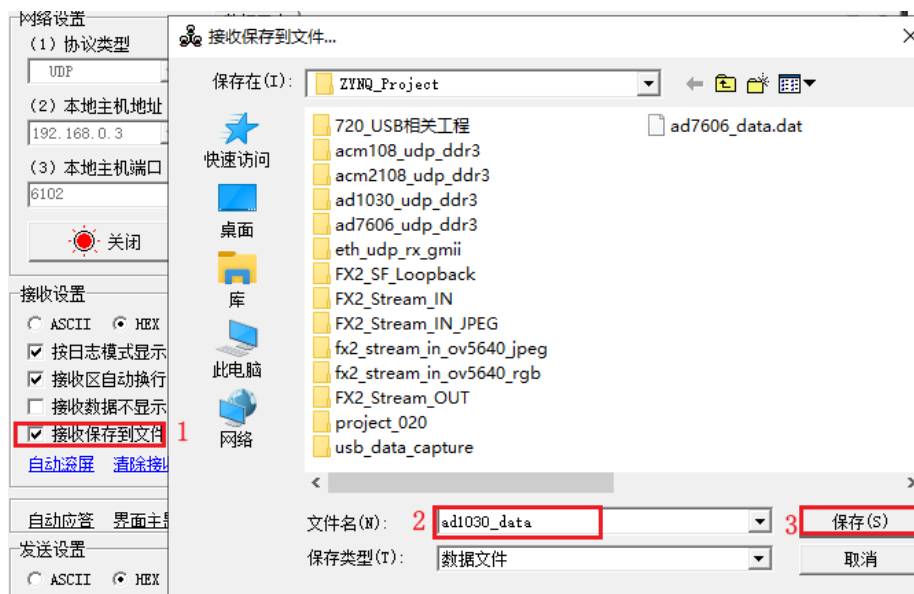

图 65-27 设置保存文件
6. 点击“接收保存到文件”这几个字，在弹出的界面中设置文件路径、文件名称，如下图 65-27 示。这样在数据接收完成之后会保存一个数据文件。方便后面进行分析。